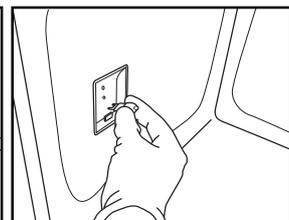

Fig. 8
4. Remplacez la lampe (voir la note pour le type de lampe) (Fig. 8).